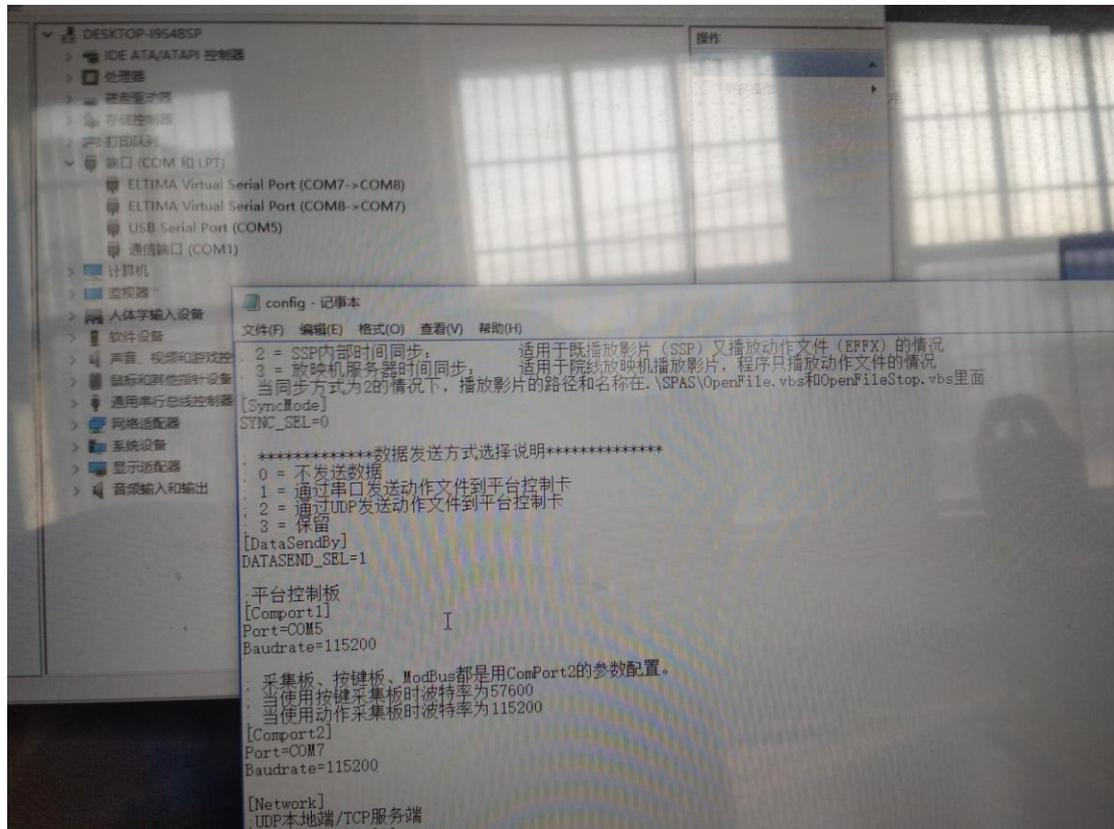

图 10
2)打开 Config, 下拉找到平台控制板配置部分, 把刚才所查看的平台 USB 端口 COM 几, 在 (Port=) 处修改为对应的数字。如图 10 所示